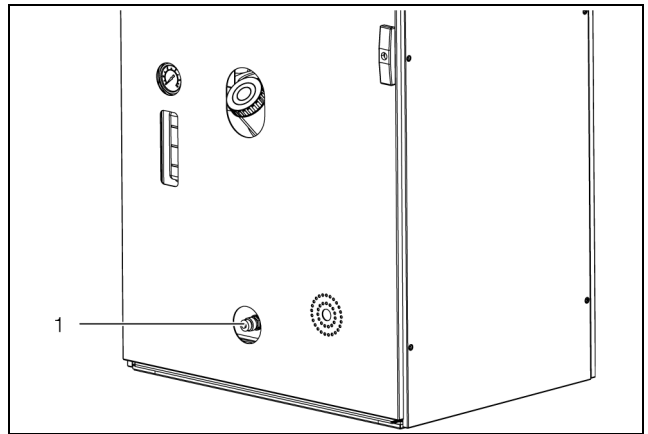

Abb. 48: Tank entleeren
- Entleeren Sie den Kühlmediumtank über den Tankentleerungsstutzen (Abb. 48, Pos. 1) direkt oder mit einem Schlauch in einen Behälter.